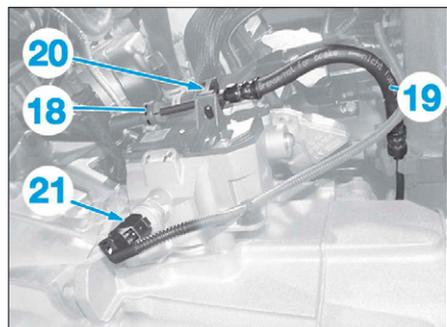

FIG. 103
- Tirer sur l'agrafe (18) et désaccoupler la canalisation hydraulique (19) du récepteur hydraulique (Fig.103).